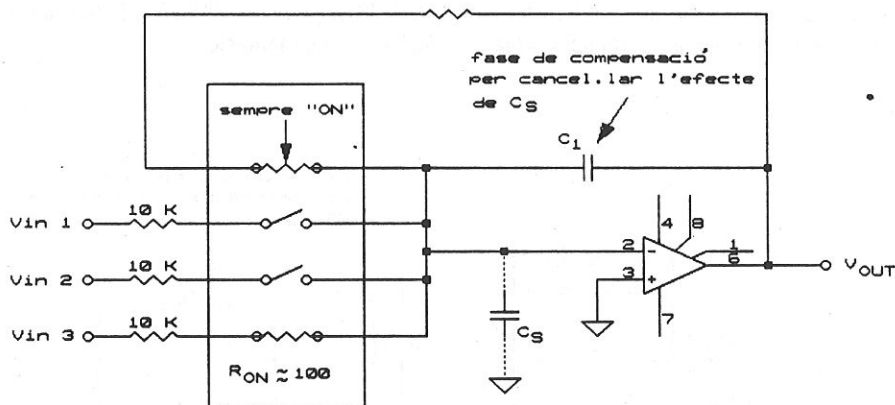

Figura 7. Commutadors en sèrie, per compensar el guany.
Els circuits de les figures 5 i 6 no compensen els efectes de la variació de R_{ON} respecte de la temperatura. Un circuit que té una bona compensació és el que està representat en la Figura 7. En aquest circuit s'utilitza un dels commutadors, posat sempre en estat de conducció (ON), en sèrie amb la resistència de realimentació. Aleshores la R_{ON} d'aquest commutador tindrà les mateixes variacions, per efecte de la temperatura, que les de la resta de commutadors. D'aquesta manera, les resistències d'entrada i de realimentació s'autocompensaran i mantindran el guany constant.